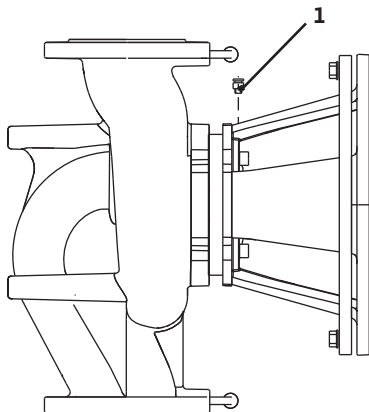

Fig. 37: válvula de ventilación
- Purgue las bombas soltando las válvulas de ventilación (Fig. 37, pos. 1). La marcha en seco daña el cierre mecánico de la bomba. No purgue la sonda de presión diferencial (riesgo de daños).